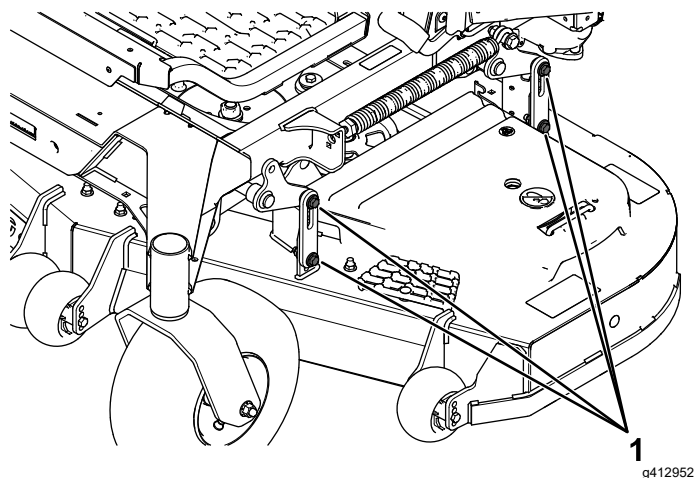

Figure 98
16. Desserrez les boulons (Figure 98) aux quatre coins de sorte que le tablier repose solidement sur les 4 cales.